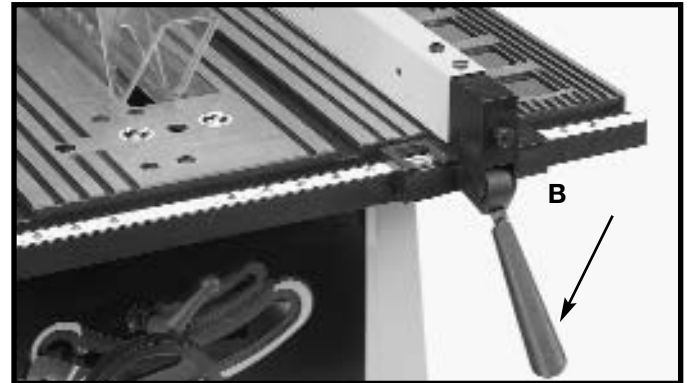

Fig. 26
3. La guía de corte a lo largo es accionada generalmente desde el lado derecho de la mesa de la sierra. Levante la agarradera de cierre (B) Fig. 26 y coloque la guía sobre la mesa como se ilustra aquí. Empuje la agarradera hacia abajo (B) Fig. 26, para bloquear la guía en su sitio sobre la mesa de la sierra.